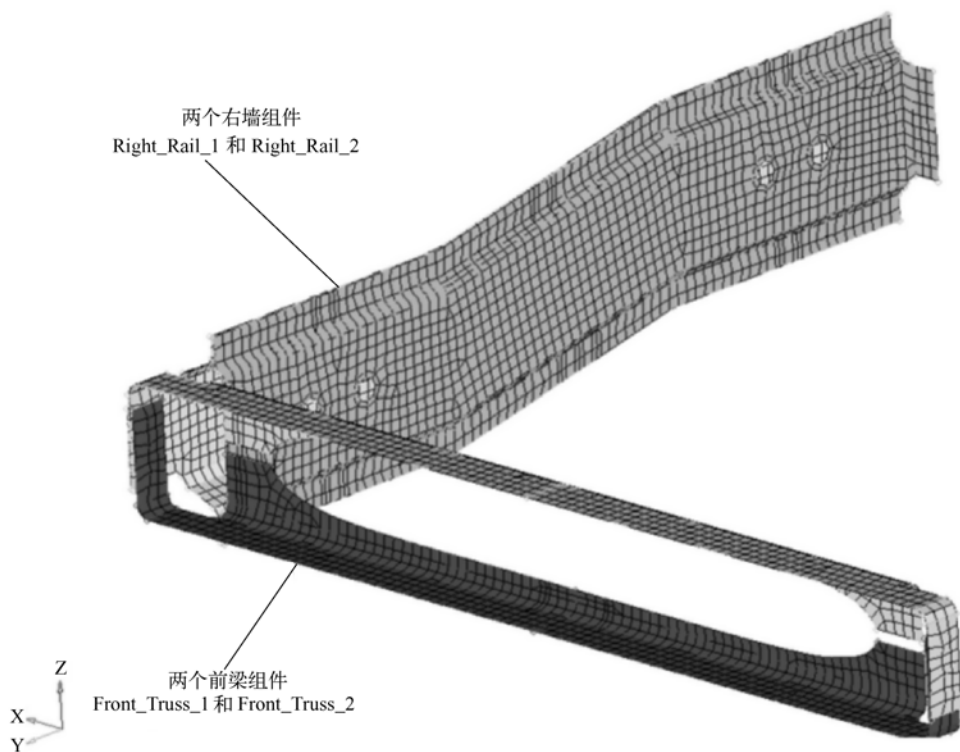

图 6-46 `assem_3` 中的几何模型和网格模型
(1) 在 Model Browser 中，确认对象选择选项已设置为 Elements and Geometry (图标)。
(2) 右键单击 `assem_3`，在弹出菜单中选择 `Isolate`，如图 6-46 所示。